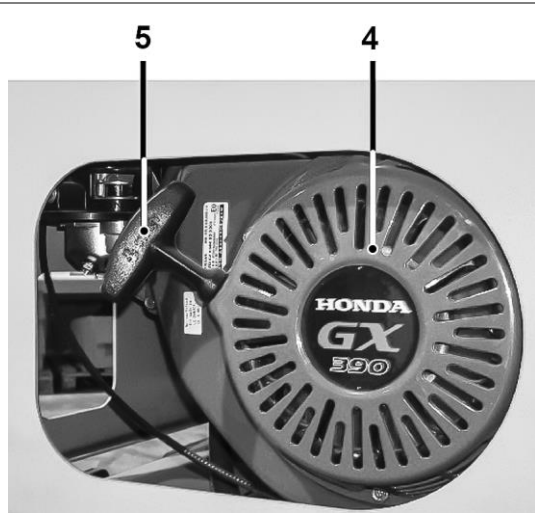
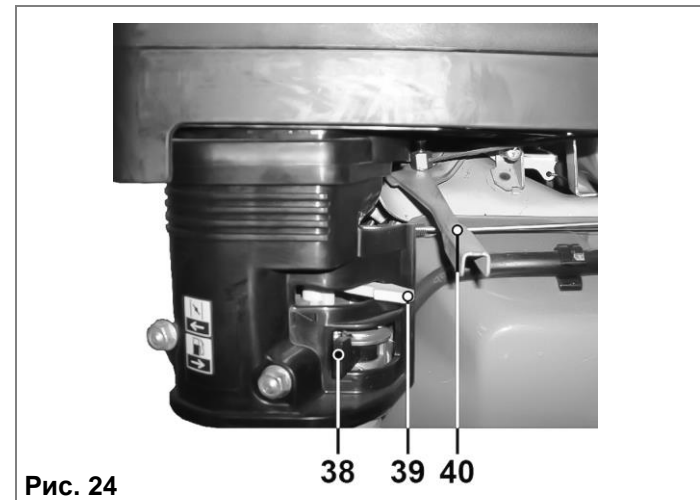

Рис. 29
Рис. 24
**В случае электрического стартерного пуска (Рис. 24 – 28, 30 – 31):**
8.5.12. Закройте рычаг подачи топлива (38) (Рис. 24).
**В случае ручного пуска (Рис. 24 - 29) запустите двигатель следующим образом:**
8.5.2. Откройте рычаг подачи топлива (38). Для запуска холодного двигателя передвиньте рычаг воздушной заслонки (39) в положение «ЗАКРЫТО» (Рис. 24-25). Для повторного запуска горячего двигателя оставьте рычаг воздушной заслонки (39) в положении «ОТКРЫТО» (Рис. 24).
8.5.5. Медленно потяните за рукоятку (5) шнура стартера двигателя (4) до тех пор, пока не почувствуете повышенное сопротивление шнура. Затем дерните шнур стартера на полный взмах руки. Не бросайте рукоятку (5) стартера. Плавно отпустите шнур. Повторяйте эти действия до окончательного запуска двигателя (4) (Рис. 29).
**Внимание!** Не отпускайте резко рукоятку (5) ручного стартера (4) назад. Аккуратно, плавно и достаточно быстро возвратите ее в прежнюю позицию, чтобы избежать повреждения стартера.
8.5.6. После запуска двигателя переведите рычаг воздушной заслонки (39) в положение «ОТКРЫТО» (Рис. 24).